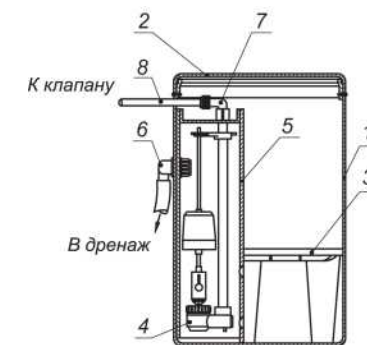

Рис. 2
7.6 В состав реагентного бака входят следующие элементы (Рисунок 2):
- корпус (1);
- крышка (2);
- подставка с отверстиями (3);
- поплавковый клапан (4);
- защитная шахта с крышкой (5);
- переливной штуцер (6);
- угловая муфта (7);
- гибкий шланг (8) для присоединения бака к управляющему клапану.